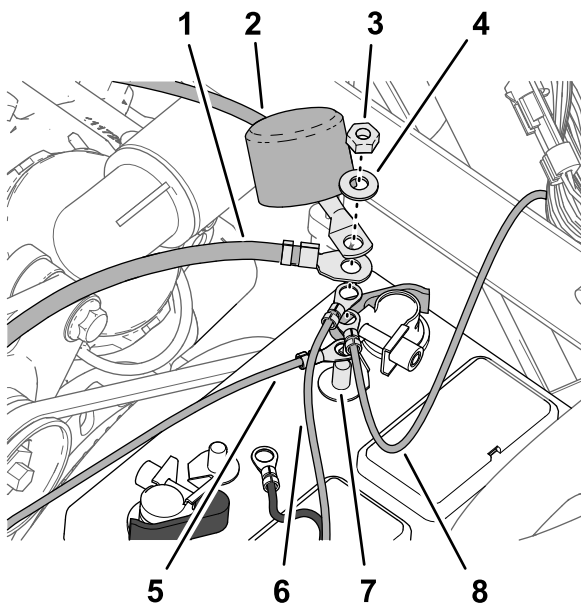

Figura 210
2. Monte los siguientes cables y terminales en el espárrago roscado del borne positivo de la batería (Figura 210), en el orden siguiente:
4. Coloque el capuchón aislante del cable positivo de la batería que va al motor de arranque sobre el espárrago roscado (Figura 210).